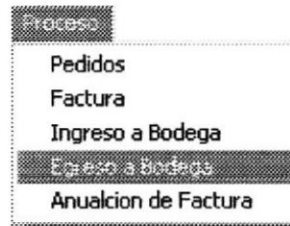

Figura 9.16. Seleccionando Egreso de Bodega.
2. Seleccione la opción **<Egreso de Bodega>** en el menú de procesos dando clic con el Mouse como se muestra en la figura 9.16.